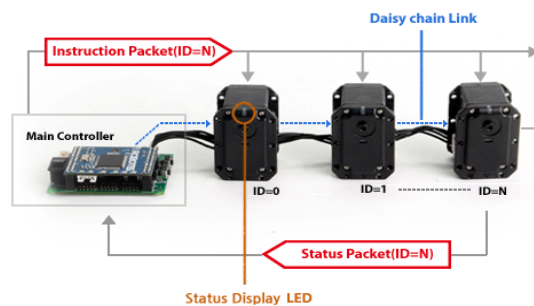

Figura 2: Cadeia de Servos AX12-A (7)
Eles se conectam a um barramento serial e cada um tem um número de identificação, sendo controlados por um link serial de 1Mbaud e podem ser conectados entre si para criar cadeias de servomotores (Daisy-Chain). Até 254 servomotores podem ser conectados em série ao Dual-POB com um único cabo, como na figura 2 (8).